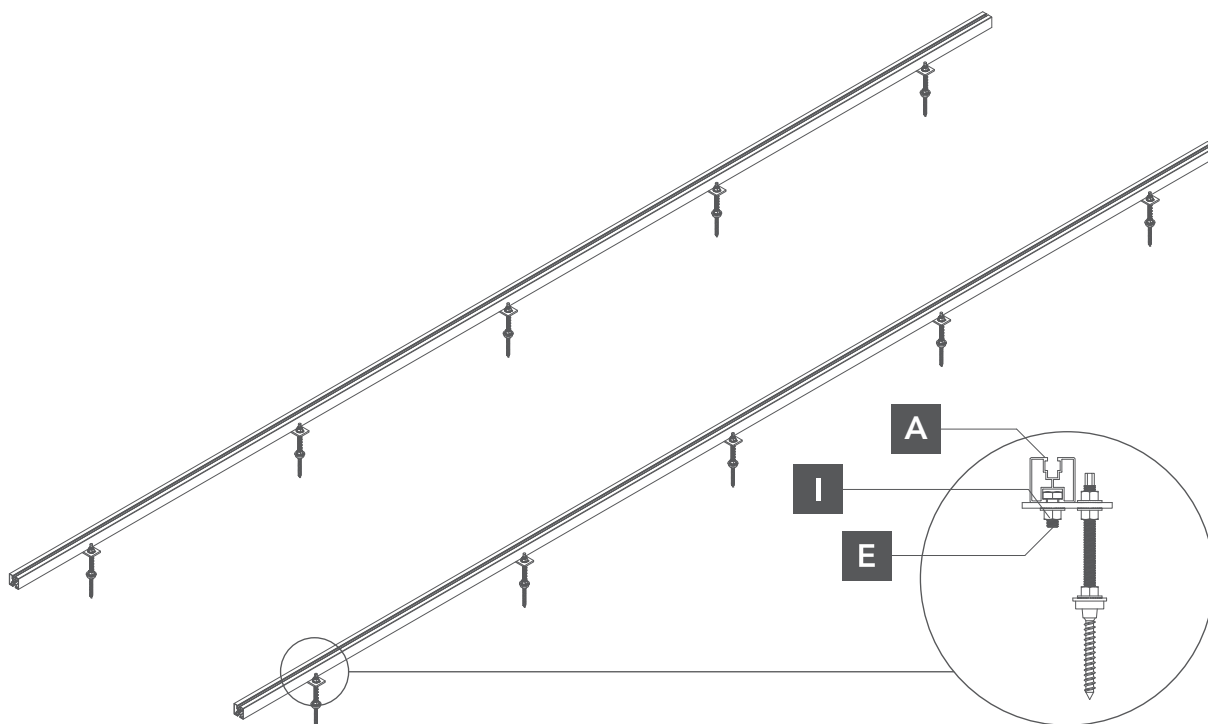

Abb. 6. Befestigung der Montageschiene an dem Montageadapter
- 5** Dann sollten Sie die Schraube M10x25 DIN6923 Sechskantschraube durch das Ende der Montageschiene führen, es mit dem Montageadapter abgleichen und mit der Gewindemutter DIN6923 M10 befestigen (Abb. 6).